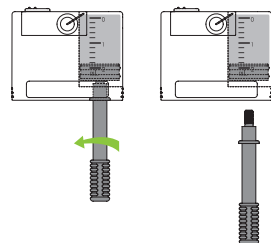

Abbildung 63
8. Entfernen Sie die Füllhilfe, indem Sie sie gegen den Uhrzeigersinn herausdrehen (Abbildung 63)